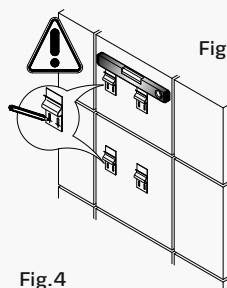

Fig.1
- Marque en la pared la posición de los soportes de fijación (Fig.1).